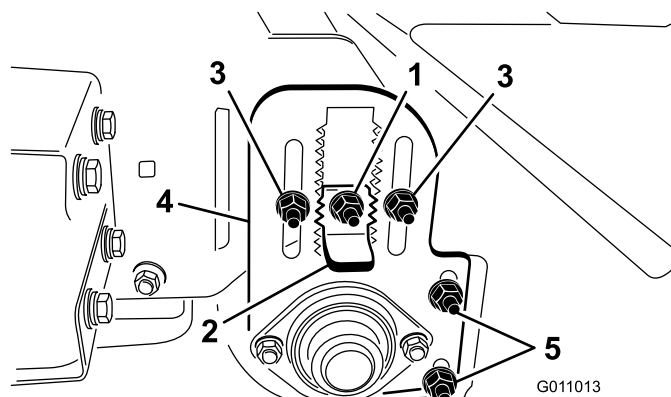

Figura 21
3. Allentate il dado di bloccaggio sulla chiave di regolazione dell'altezza (Figura 21) fino a lasciare sporgere 13 mm circa.
4. Allentate i dadi di bloccaggio della regolazione dell'altezza del rullo (Figura 21).
5. Estraete la chiave di regolazione dell'altezza e alzate o abbassate il rullo posteriore facendo scorrere la piastra di regolazione dell'altezza del rullo fino all'altezza richiesta (Figura 21).
Controllate e assicuratevi che il raschiarulli (Figura 21) sia regolato in modo che tra di esso e il rullo vi sia una luce di 2 mm. Allentate i dadi di regolazione del raschiarulli, posizionate il rullo come opportuno e serrate i dadi.